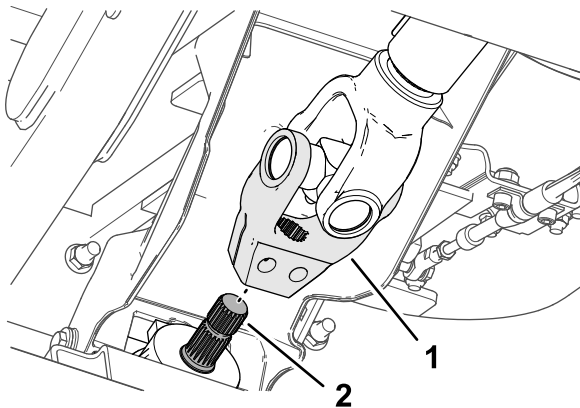

Figura 16
5. Alinee las estrías de la horquilla del árbol de transmisión con las del eje primario del accesorio (Figura 16), y coloque la horquilla sobre el eje.